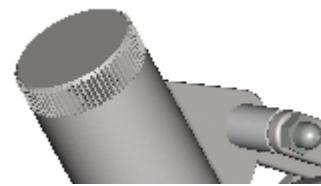

图 12.5.30 装配机体盖
Step25. 增加固定元件：装配机体盖（body_cap）。按照与 Step7 相似操作方法，装配机体盖（body_cap.prt），如图 12.5.30 所示。